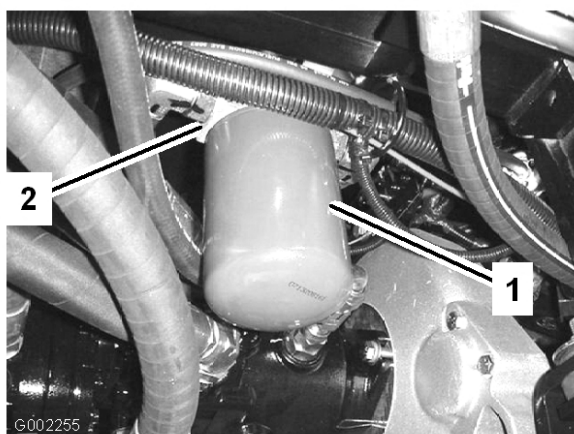

Figura 58
2. Limpe a zona de montagem do filtro (Figura 58).
4. Retire o filtro (Figura 58).
5. Lubrifique a junta do filtro novo (Figura 58).